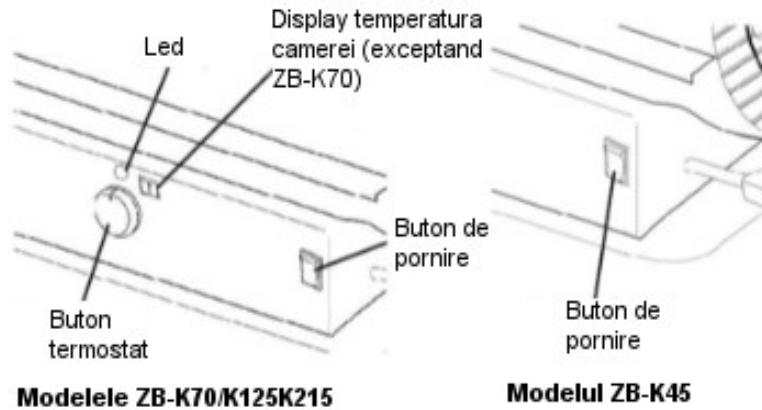

Figura 9. Panoul de control pentru toate modelele
4. Rotiti butonul termostatului la temperatura dorita (doar 70/125/175/215). Intervalul de setare este de la +4°C (40°F) la 43°C (110°F). Apasati butonul de pornire in pozitia "ON" (figura 9). Led-ul indicatorului de alimentare si display-ul pentru temperatura camerei (doar 125 / 175 / 215) se vor aprinde, iar tunul de caldura va porni.